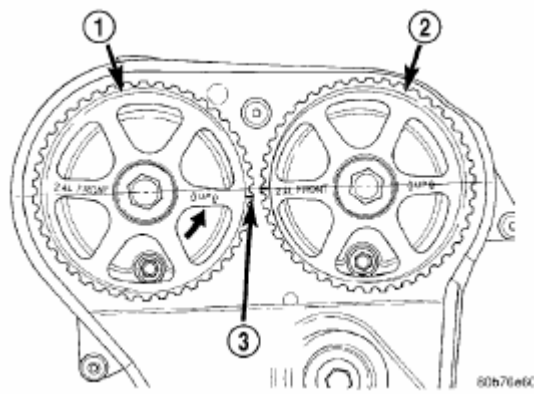

Рис. 106. Регулировка звездочки распределительного вала.
(1) Установить звездочку коленвала в ВМТ, для чего совместите ее со стрелкой на кожухе масляного насоса.
(2) Установить метки фаз распределительных валов так, чтобы звездочка распредвала выпускных клапанов располагалась на $\frac{1}{2}$ метки ниже звездочки распредвала впускных клапанов (Рис.106).